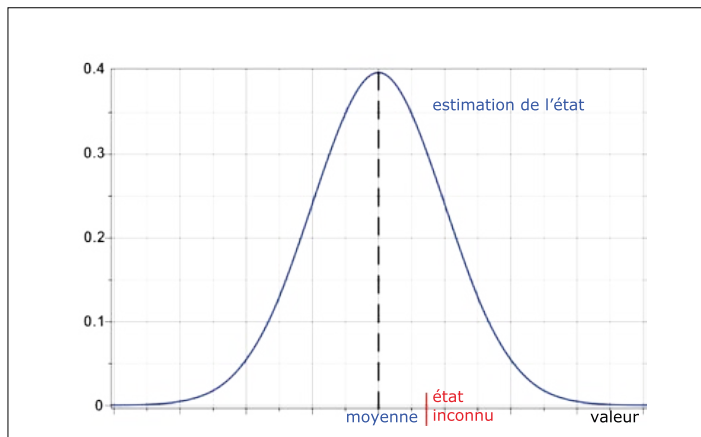

Figure 6. Fonction de densité de probabilité de type gaussien.
1. Utiliser le modèle du système, ainsi que les commandes produites à un instant t , pour prédire l'état du système à $t + dt$. La prédiction estime aussi comment l'incertitude courante sur l'état du système évolue en fonction de l'incertitude sur le modèle lui-même. Toutes les incertitudes d'un filtre de Kalman font l'objet d'approximations de Gauss. Pour un système qui ne contient qu'un seul état, la classique courbe de Gauss est représentée à la **figure 6**. Dans les autres cas, cela devient une courbe multi-gaussienne à plusieurs dimensions.